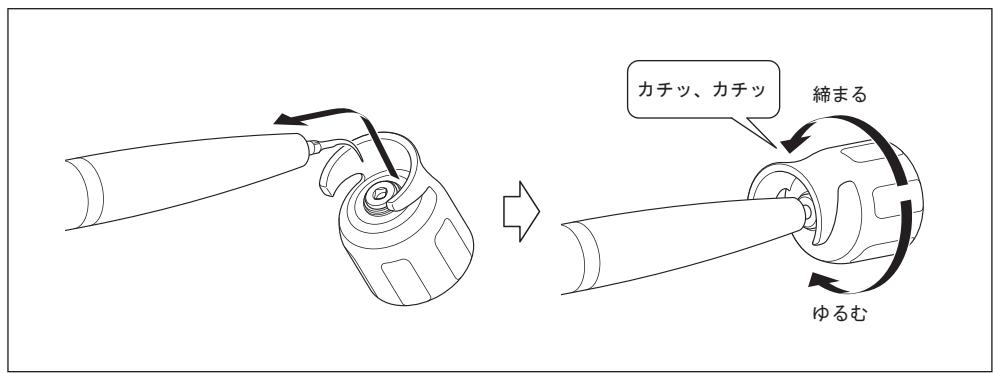

図16
- 3) チップの上からチップ交換用レンチの穴を通し、チップの四角になっている部分を合わせて挿し込みます。次にチップ交換用レンチを「カチッ、カチッ」と空回りするまで締め付けます（図16）。締め付ける際、スケーラーハンドピースコードがねじれないよう、スケーラーハンドピースを持ってください。チップを取り外すときは、ゆるむ方向へ回して取り外します。